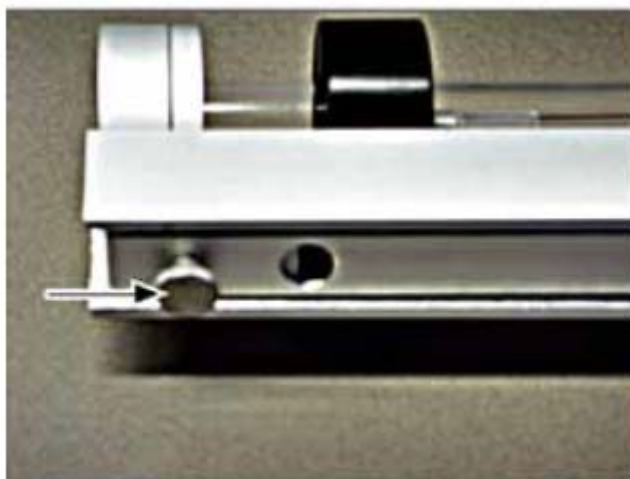

图 106 固体测定模块—使用凸边螺丝改变长度（如箭头所示）
3. 松开凸边螺丝（见图 106 中的箭头）。
6. 拧紧凸边螺丝（图 106）。